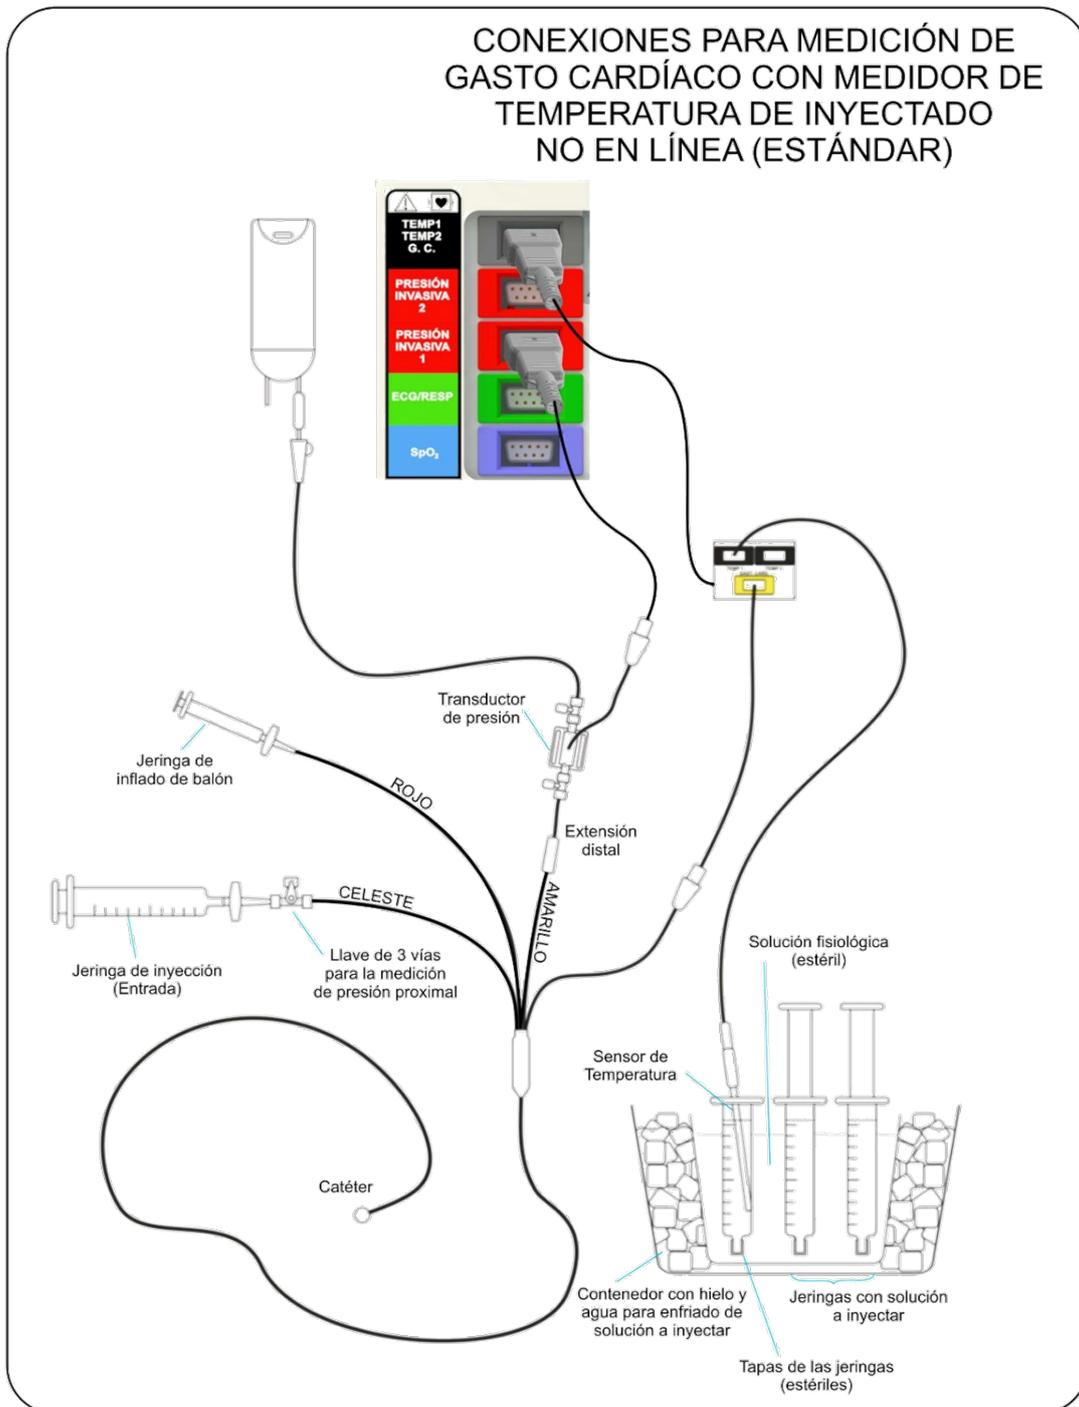

Figura 13-1 - Conexionado "No en línea (estándar)"
- No en línea (estándar), figura 13.1.